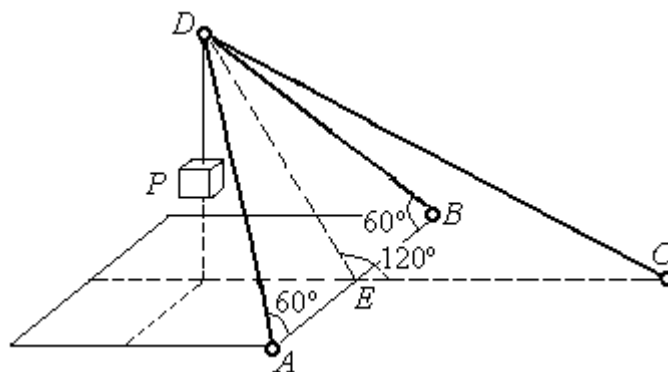

Рис. 1.17. Конструкция подъёмного устройства
**Задача 6.** Подъёмное устройство (рис. 1.17) состоит из двух стержневых опор  $DB$  и  $DA$  и растяжки  $DC$ , соединённых в точке  $D$ . В точке  $D$  к устройству прикреплена вертикальная нить, удерживающая груз весом  $P = 50$  кН.